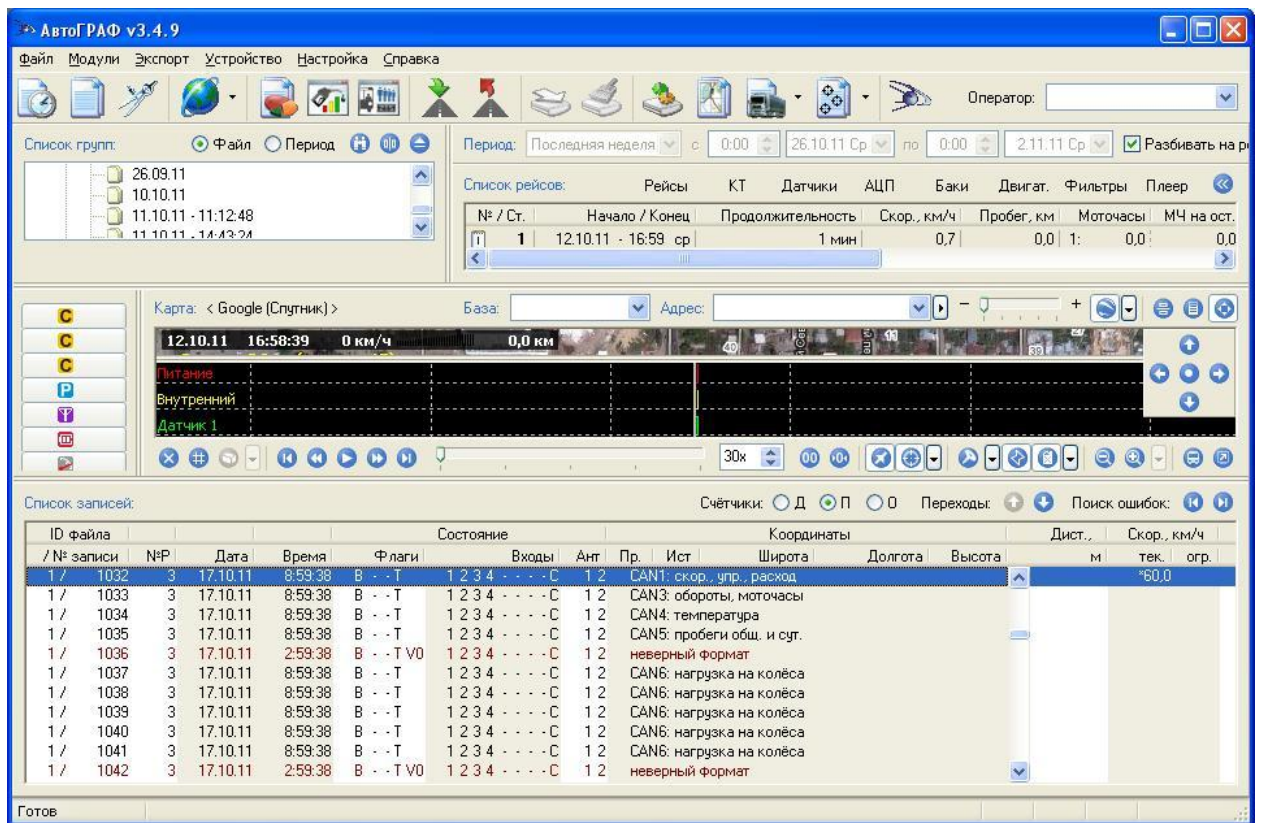

Рис. 4 – Программа АвтоГРАФ и принятые с шины CAN данные.
8. Перейдя в режим просмотра «сырых данных» (по одновременному нажатию левых ctrl+alt+правый alt), убедиться, что АвтоГРАФ записывал данные с интерфейса CAN. (см. рис. 4)